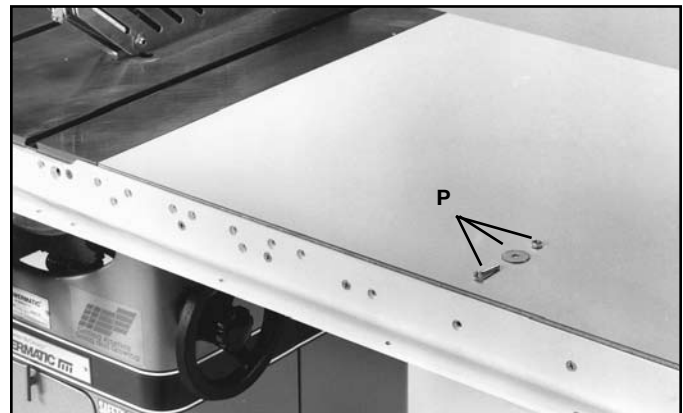

FIG. 21
13. Después de hacer los orificios en la parte frontal y trasera del marco del banco, ajuste tanto el riel frontal como el trasero al banco (Fig. 21) con los tornillos largos de cabeza plana de 1/4-20 x 38 mm (1 1/2"), las arandelas de protección y las tuercas hexagonales (P) proporcionados.